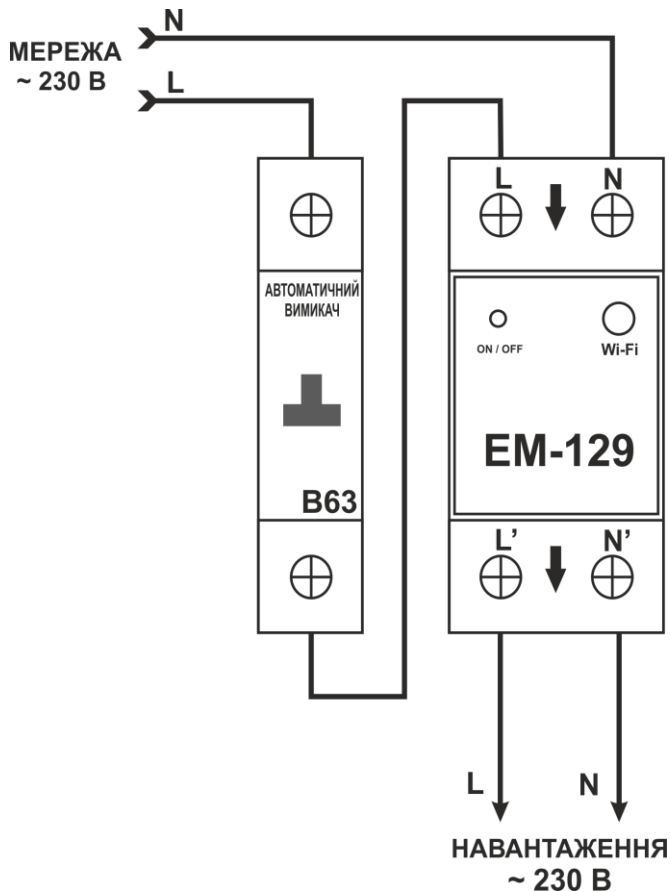

Рисунок 2 – Схема підключення EM-129
**3.2.1** Відключити напругу живлення автоматичним вимикачем (рис. 2).